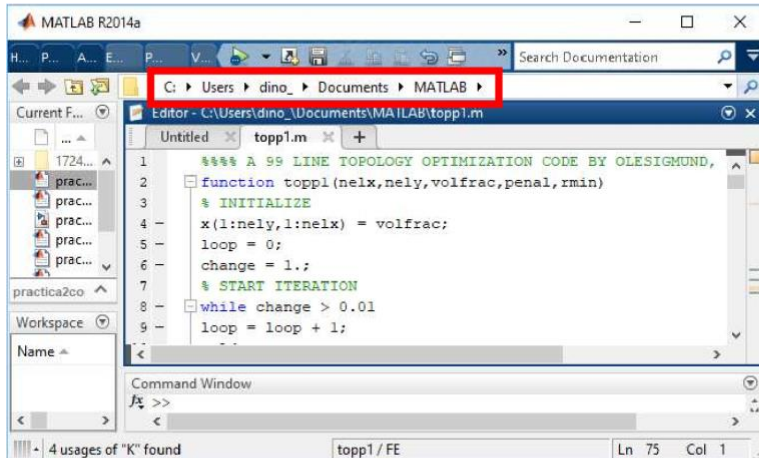

Figura 1.3 Directorio actual del intérprete de MATLAB
- 4) Una vez guardado el script en el directorio correcto, solo hace falta corroborar que el intérprete de MATLAB se encuentre en el mismo directorio. Esto se hace desde la pantalla principal de MATLAB. Para la versión R2010a del software, el directorio actual del intérprete se encuentra en la barra de herramientas superior, como muestra la figura 1.3.